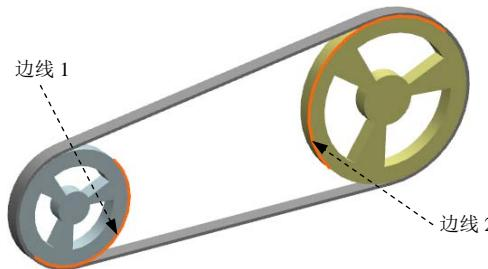

图 5.4.3 定义旋转副
(1) 选择下拉菜单  →  命令，系统弹出“运动副”对话框；在“运动副”对话框 **定义** 选项卡的 **类型** 下拉列表中选择  选项；在模型中选取图 5.4.3 所示的边线 1 为参考，系统自动选择连杆、原点及矢量方向。
(2) 单击“运动副”对话框中的 **驱动** 选项卡；在 **驱动** 区域的 **旋转** 下拉列表中选择 **恒定** 选项；在 **初速度** 文本框中输入值 90。
(3) 单击 **确定** 按钮，完成旋转副的定义。
(1) 选择下拉菜单 **插入(S)** → **运动副(M)…** 命令，系统弹出“运动副”对话框；在“运动副”对话框 **定义** 选项卡的 **类型** 下拉列表中选择 **旋转副** 选项；在模型中选取图 5.4.3 所示的边线 2 为参考，系统自动选择连杆、原点及矢量方向。
(2) 单击 **确定** 按钮，完成旋转副的定义。